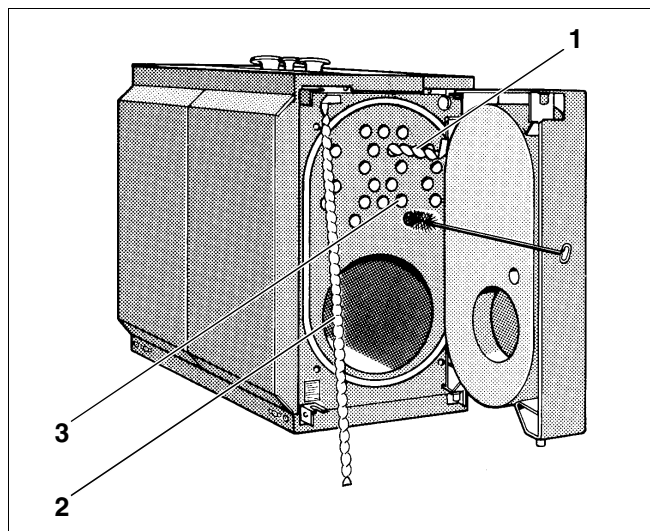

Fig. 27 Curățarea cazanului de încălzire
- Scoateți (Fig. 27, **Poz. 1 și 2**) turbulatorii din țevile de transfer de căldură.
- Curățați (Fig. 27, **Poz. 3**) țevile cu transfer de căldură.